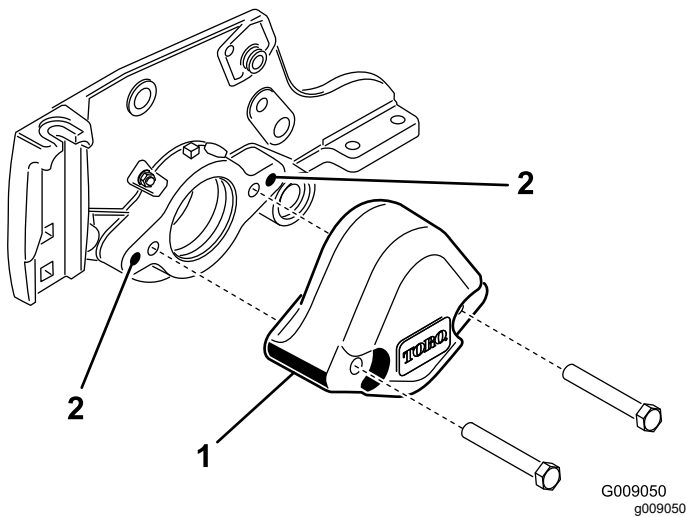

Bild 4
3. Nehmen Sie die zwei Schrauben ab, mit denen das Gegengewicht links hinten an der Schneideinheit befestigt ist. Nehmen Sie das Gegengewicht ab (Bild 4).
4. Entfernen Sie mit einem Gewindebohrer (3/8-16) die Farbe in den äußeren Befestigungslöchern in der Seitenplatte (Bild 4).